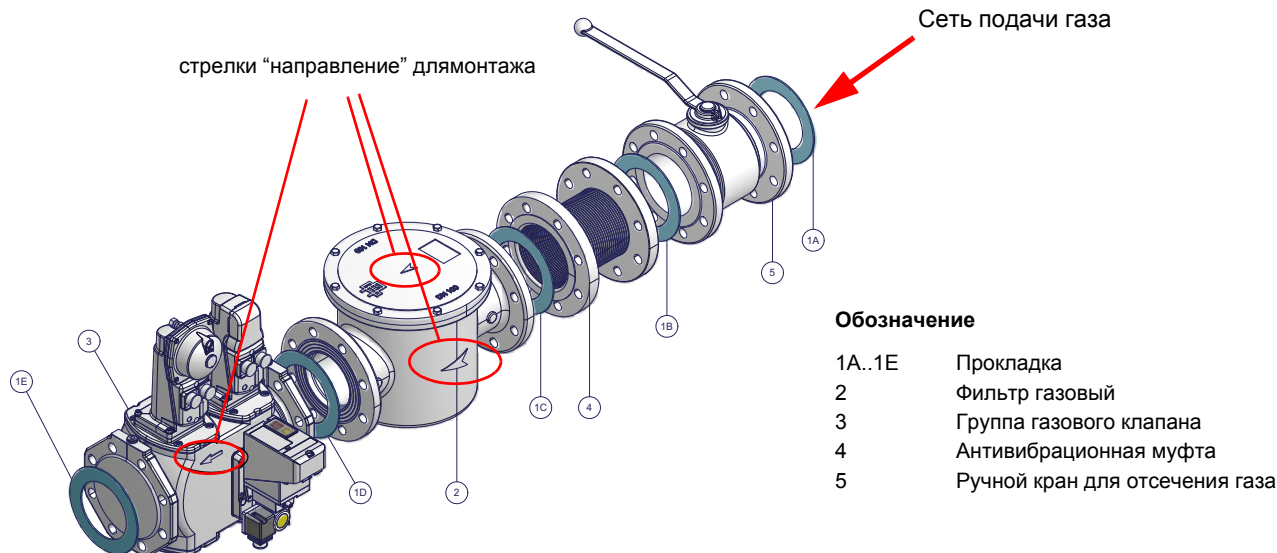

Рис. 5 - Пример газовой ramпы
- 1 - б) при фланцевых соединениях: между соседними компонентами устанавливать прокладку (1A..1E - Рис. 5), совместимую с используемым газом,
**ВНИМАНИЕ:** после монтажа газовой ramпы согласно схеме на Рис. 5, необходимо провести тестирование на герметичность газового контура, согласно требований действующих нормативов.